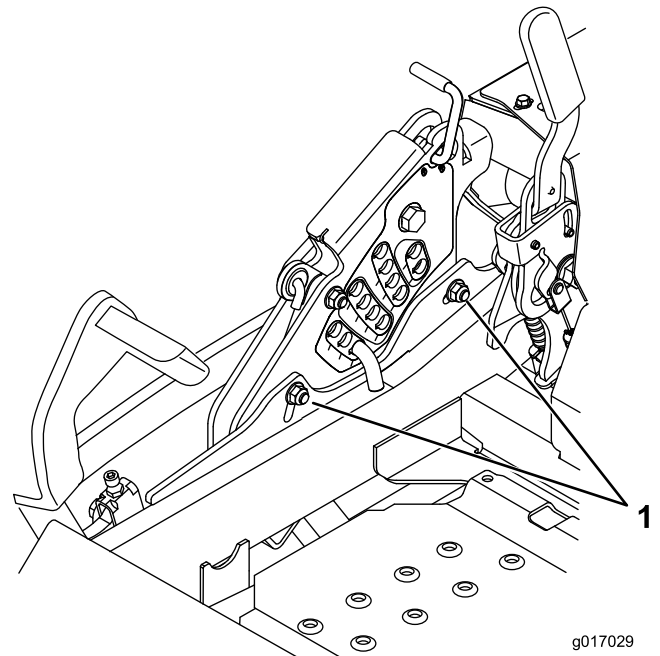

Figura 87
- Para ajustar el sistema de ajuste de un solo punto, afloje los dos pernos situados cerca del borde inferior de la pletina de altura de corte. Consulte Figura 87.
14. Apriete los dos pernos situados cerca del borde inferior de la pletina de altura de corte (Figura 87). Apriete a 37–45 Nm (27–33 pies-libra).